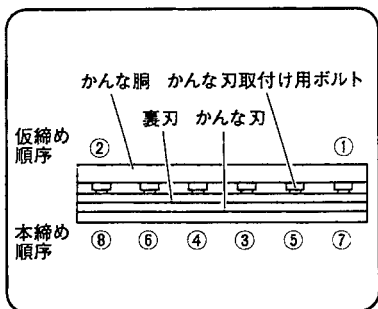

図 33
- かな刃が飛び出さない程度に①、②の順に仮締めをします。（図 33）
- ③～⑧（中央から両端）の順に本締めをします。最初は力を加減して③～⑧の順に繰り返し締め最後にきつく締めます。（図 33）